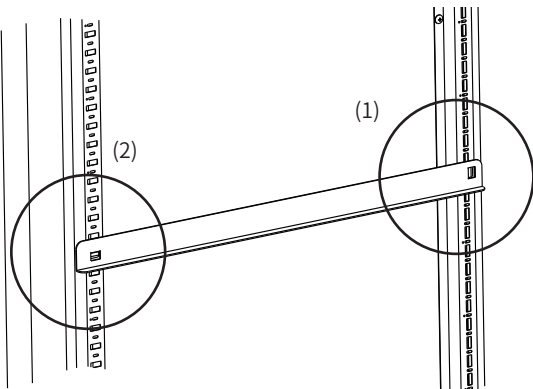

图 8
- * 若要安装导轨，(1)请将导轨挂钩向后推入后层板立柱上的方孔，(2)然后将导轨挂钩向下推入前层板立柱上的方孔。若要拆下导轨，请按照与上述相反的步骤操作。详见图8。